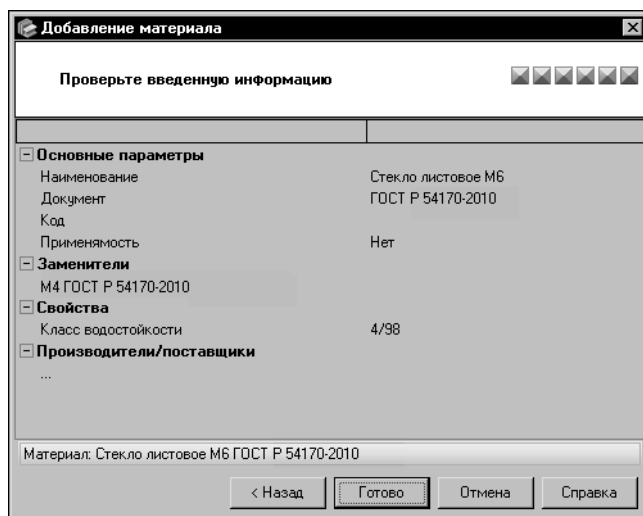

Рис. 6.33. Мастер добавления материала: шаг 6
8.В окне шестого шага мастера (рис. 6.33) проверьте правильность введенных сведений.